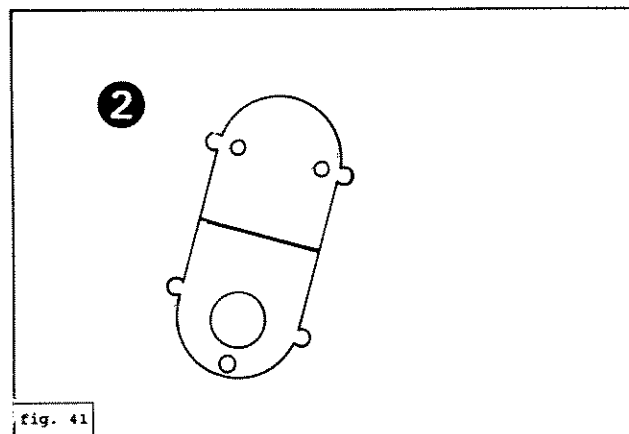

fig. 41
Le boîtier de pignons de l'entraînement des rouleaux (2), voir fig. 41, est rempli de 0,5 kg de graisse Shell H (ou équivalente).